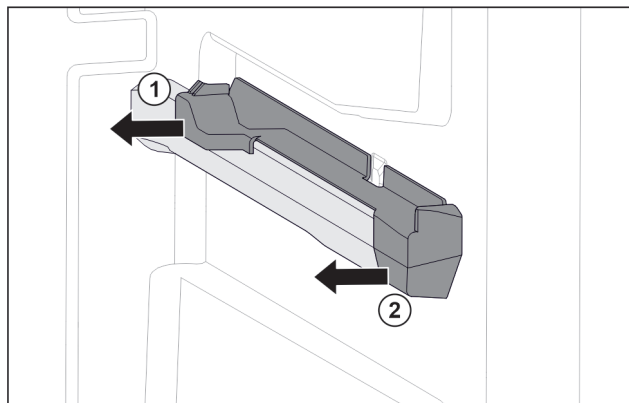

Fig. 149 Natični nastavek na desnemu nastavku za posodo
- ▶ Natični nastavek zadaj izvlecite vstran. Fig. 149 (1)
- ▶ Natični nastavek spredaj izvlecite vstran. Fig. 149 (2)